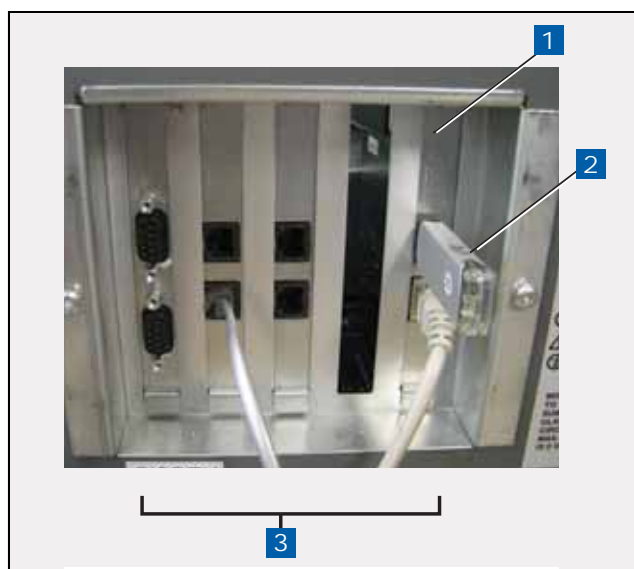

Figura 1. Placa USB/Ethernet - Porta Thumbdrive V-R
1. Insira o Thumbdrive de cópia de segurança da V-R (P/N 332970-004) na porta USB externa da placa USB/Ethernet, P/N 332913-001 (ver item 2 em Figura 1).
LEGENDA PARA CAIXAS NUMERADAS LIG Figura 1
2. Retire as placas de comunicação das ranhuras 4 e 5 da baia de módulos de comunicação (ver Figura 1) e reserve-as.